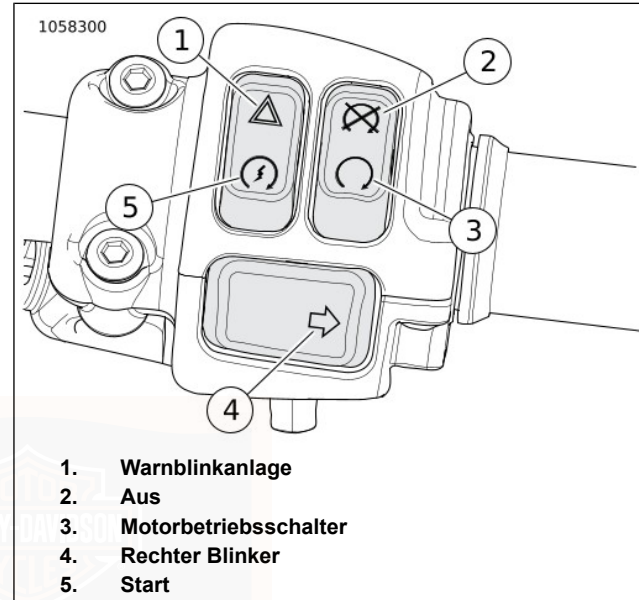

Abbildung 27. Rechte Regulationsschalter
2. Siehe Abbildung 27. Den Motorbetriebsschalter in die BETRIEB-Stellung (3) schalten.